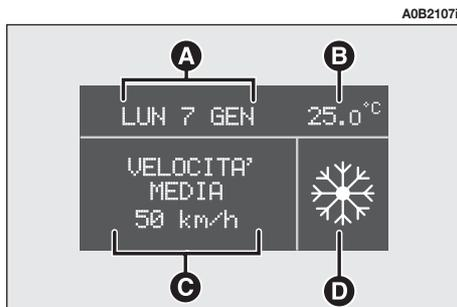

fig. 81
- Data (**A-fig. 81**)
- Temperatura esterna (**B-fig. 81**)
- Ultima voce richiamata del Trip computer (es. Velocità media **C-fig. 81**) oppure temperatura olio motore
- Visualizzazione messaggi di avaria e di avvertimento e relativo simbolo (es. possibile ghiaccio su strada **D-fig. 81**).